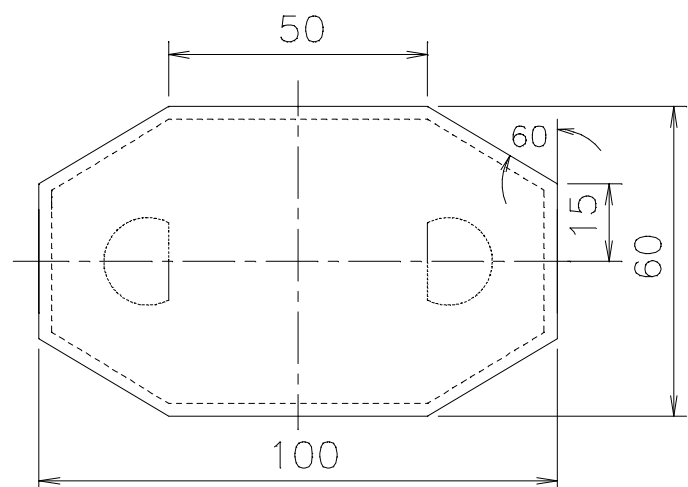

Abb. 5
Nach dem die Mittelteile umsäumt sind wird aus Dacron ein Verstärkungsstück zur Durchführung des Querstabes durch den Körper gefertigt. Siehe Abb. 5
Schritt 6: Nähen Sie die Streifen an den schmalen Seiten in Reihenfolge der Numerierung zum Schwanz zusammen (Abb. 5).